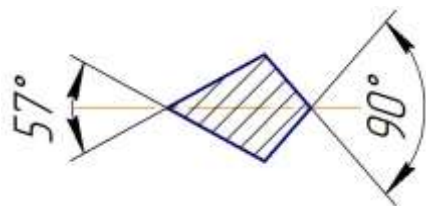

Рисунок 7 – Сечение зуба
3.7 Рабочими органами бороны являются зубья. На бороне установлены зубья (рис. 7) имеющие в сечении четырехугольник с рабочими углами в 90 и 57 градусов.